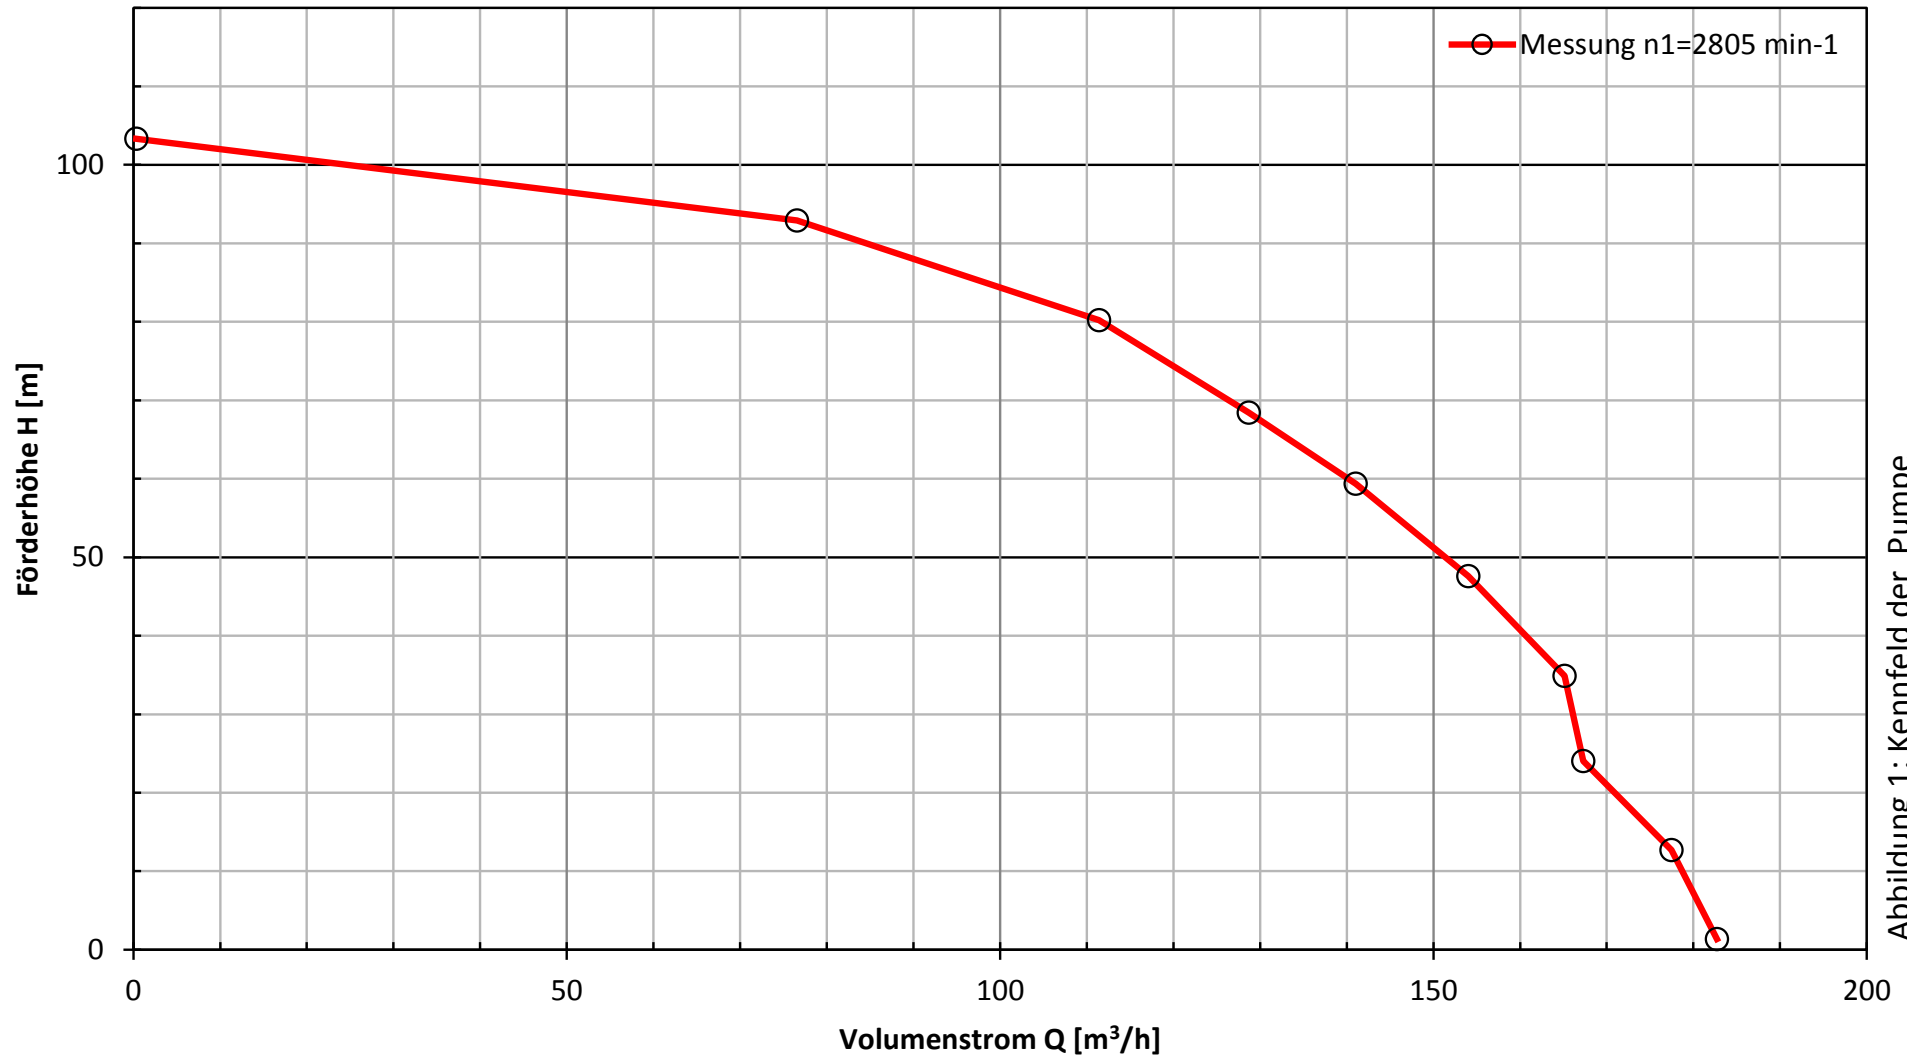

Abbildung 1: Kennfeld der Pumpe
- Kennlinie bei der Drehzahl  $n_1 \rightarrow$  siehe Tabelle 1 und Abbildung 1
- b) Zeichnen Sie die fünf Betriebspunkte aus Aufgabe (a) in die Abbildung 1 ein!
- c) Der Leiter der FuE-Abteilung möchte doch Messungen bei der Drehzahl  $n_2$  durchführen. Tabelle 2 zeigt hierzu die Messdaten für die fünf Betriebspunkte. Zeichnen Sie diese ebenfalls in die Abbildung 1 ein. Was fällt Ihnen hierbei auf? Welche Ursachen könnten diese Abweichungen begründen?